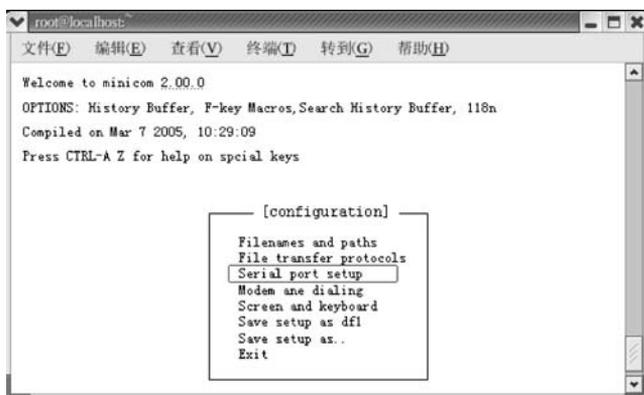
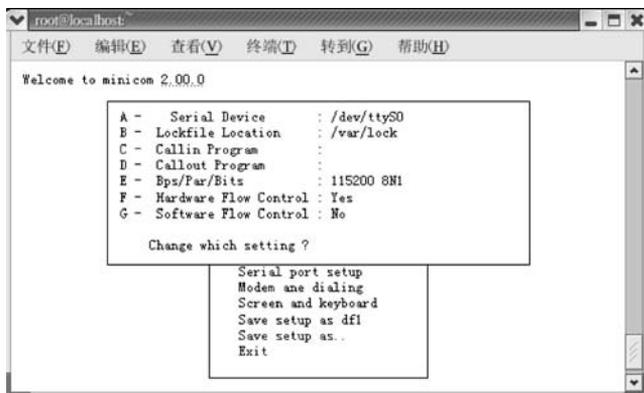

图 5.3 超级终端 minicom 配置窗口
图 5.4 设置串口为 ttyS0,波特率为 115200
(1) 在宿主机 Linux 终端中输入 minicom-s 或 minicom,然后再按 Ctrl+A+O 快捷键。弹出超级终端 minicom 的设置菜单,如图 5.3 所示。
(2) 选择 Serial port setup 项,首先选择串口,如果使用第 1 个串口,则设置串口号为 ttyS0;如果使用第 2 个串口,则将串口号设为 ttyS1。
(3) 将串口配置为:波特率 115200,8 位数据位,1 位停止位,没有数据流控制。如图 5.4 所示,按 A 键进行端口号配置,按 E 键进行串口配置。